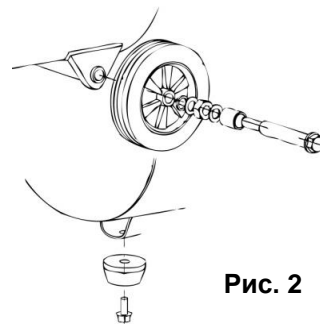

Рис. 2
- Установите колеса и/или резиновые ножки для перемещения компрессора (См. Рис.2).